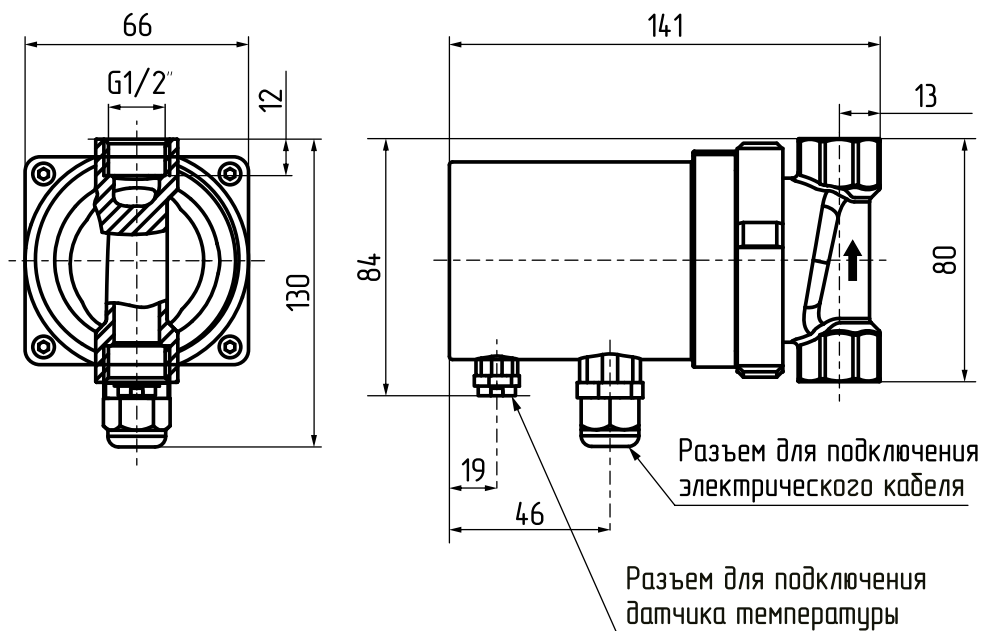

Рис.2 Монтажные размеры насоса
- Стрелка на корпусе насоса указывает направление протекания рабочей жидкости (см. **Рис.2**);